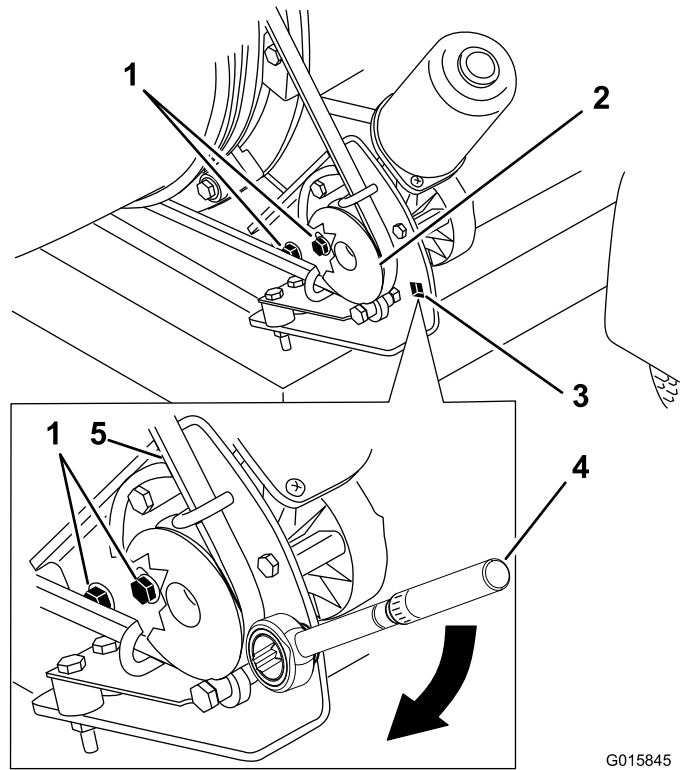

Figura 33
1. Afloje los pernos que sujetan el soporte de montaje de la polea al bastidor del soplador (Figura 33).
2. Coloque una llave dinamométrica en el soporte de montaje de la polea (Figura 33).
3. Gire el soporte de montaje de la polea alejándolo de la tobera hasta que la llave dinamométrica dé una lectura de 22,6–26,0 N·m (200–230 pulgadas-libra) (Figura 33).